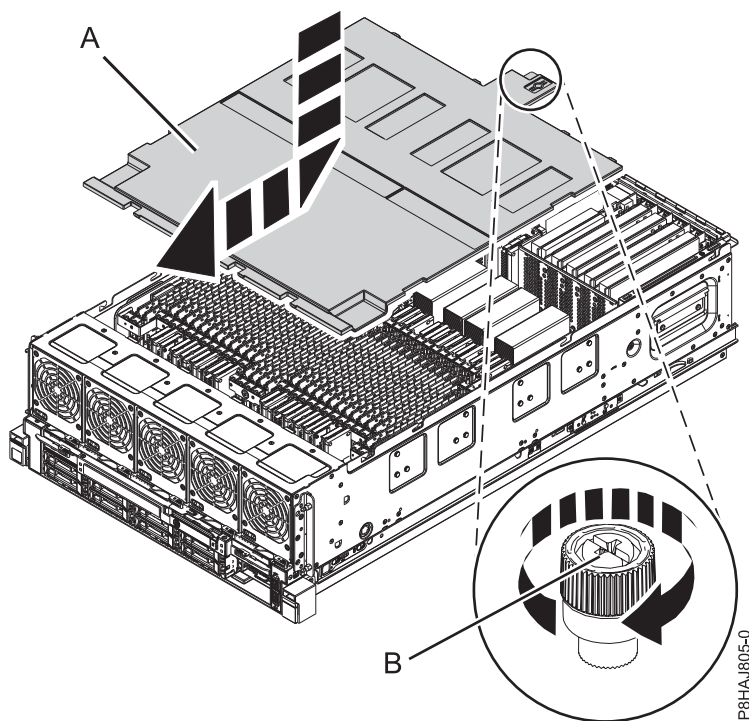

Figura 12. Substitució de la coberta de seguretat
2. Empenyeu la coberta de seguretat (A) cap al xassís.
3. Colleu el cargol de mà (B) fent-lo girar en la direcció que es mostra a la Figura 12 a la pàgina 32 per fixar la coberta de seguretat al xassís.